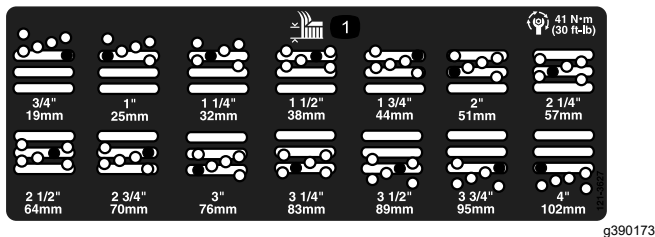

图 19
5. 将切割腔移至所需的剪草高度然后将隔片安装至指定的剪草高度孔和槽 图 19。